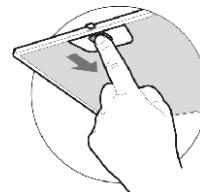

рис. 4
- снимите алюминиевый фильтр (рис. 4);
- перед установкой вытяжки снимите алюминиевый фильтр, для этого нажмите на пружинный замок на фильтре и потяните его вниз и на себя (рис. 4);